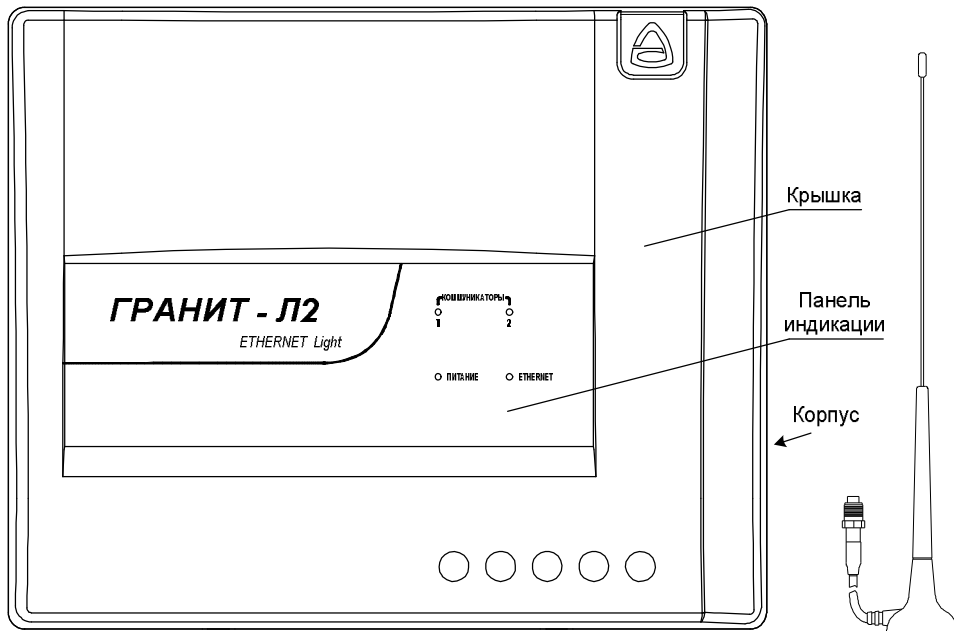

Рис.2 Внешний вид прибора и антенны
Конструктивно прибор состоит из крышки и корпуса (рис.2 и 3) с размещёнными в нём:
- панель индикации (рис.2 и 7);